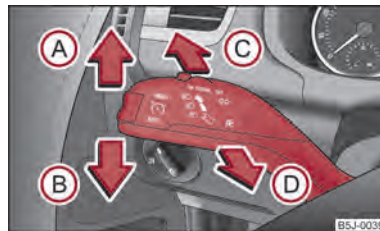

Fig. 26 La palanca de luz intermitente y luz de carretera
- Presionar la palanca hacia arriba  o hacia abajo  ⇒ fig. 26.